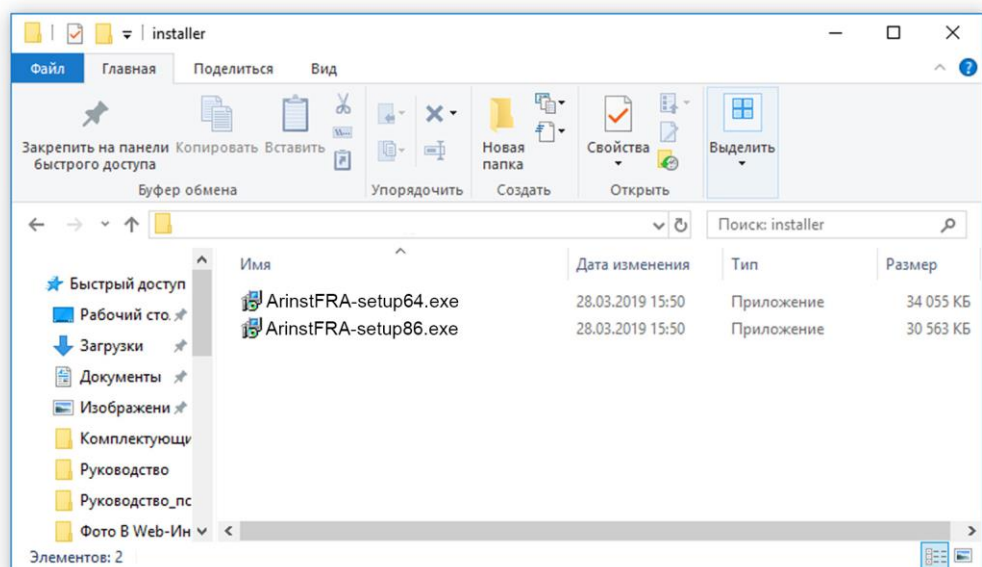

Рисунок 7.3 – Разархивированный загруженный файл
7.3. Войдите в директорию, в которую был загружен сжатый (архивный) файл и разархивируйте его при помощи программ-архиваторов (Рисунок 7.3).